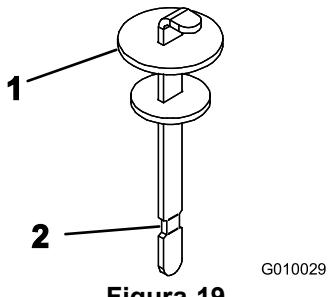

Figura 19
4. Retire a vareta do tubo de enchimento e limpe-a com um pano limpo. Introduza a vareta no tubo de enchimento, retire-a e verifique o nível de fluido. O nível de fluido deve situar-se até à marca da vareta (Figura 19).